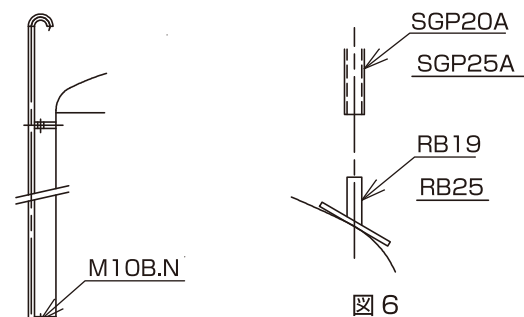

図 5
(2) アンカー位置
(3) アンカー金具について
(4) 梯子、天板手摺の取付け
- タンク据付後に下記要領でタンクに取付けしてください。(図 5 参照)